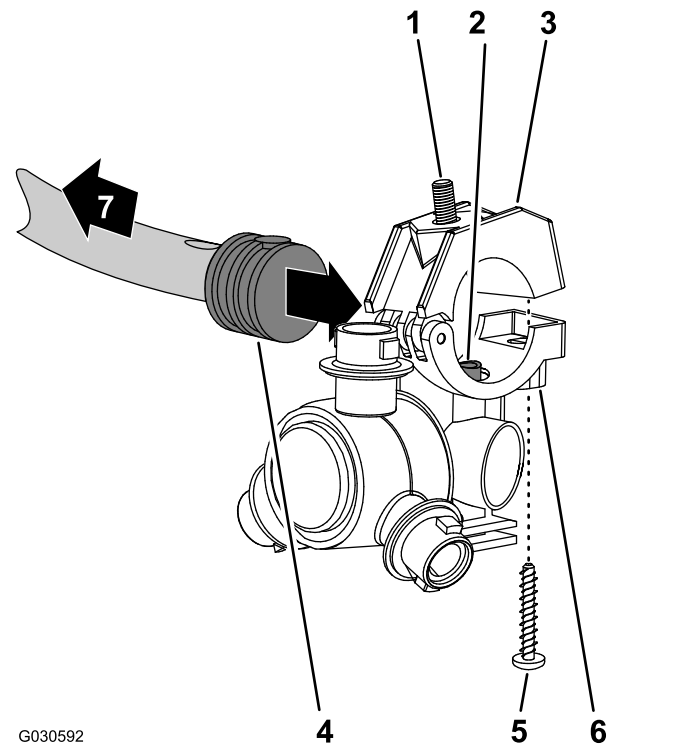
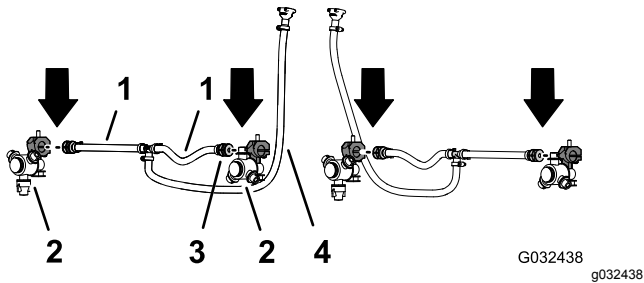

Bild 79
Bild 80
2. Arbeiten Sie mit den zwei Sprühdüsen vom Finishingkit für das GeoLink-Sprühsystem und entfernen Sie die Edelstahlschraube, mit der die obere Klemmenhälfte am Sattel befestigt ist (Bild 79).
- Ermitteln Sie das Loch in der Seite des gezahnten Einzelschlauchschafts am Ende des Schlauchs 25 cm vom Schlauch (Sprühventil 5 oder 6) für den mittleren Auslegerabschnitt (Bild 79 und Bild 80).
- Fluchten Sie den Transferschlauch im Sattel einer Sprühdüse (Bild 79) mit dem Loch in der Seite des gezahnten Einzelschlauchschafts (1/2") aus.
- Schließen Sie die obere Klemmenhälfte um den gezahnten Schlauchschaft und befestigen die Klemmenhälfte und das Sprühdüsengehäuse (Bild 79) mit der Edelstahlschraube (Nr. 12 x 1 1/4"). Ziehen Sie die Edelstahlschraube bis auf 14-18 Nm an.
- Arbeiten Sie mit der Sprühdüse, der Sechskantschraube und Edelstahlschraube, die Sie in den Schritten 1 und 2 in Entfernen der Sprühdüsen (Seite 33) entfernt haben, und wiederholen Sie die Schritte 3 bis 5 am gezahnten Einzelschlauchschaft (Bild 79 und Bild 80) am Ende des anderen Schlauchs 25 cm.
- Arbeiten Sie mit den zwei Sprühdüsen, die Sie in Schritt 4 in Entfernen der Sprühdüsen (Seite 33) entfernt haben, und wiederholen Sie die Schritte 3 bis 5 am gezahnten Einzelschlauchschaft des anderen Schlauchs (Sprühventil 5 oder 6) für den mittleren Auslegerabschnitt (Bild 79 und Bild 80).